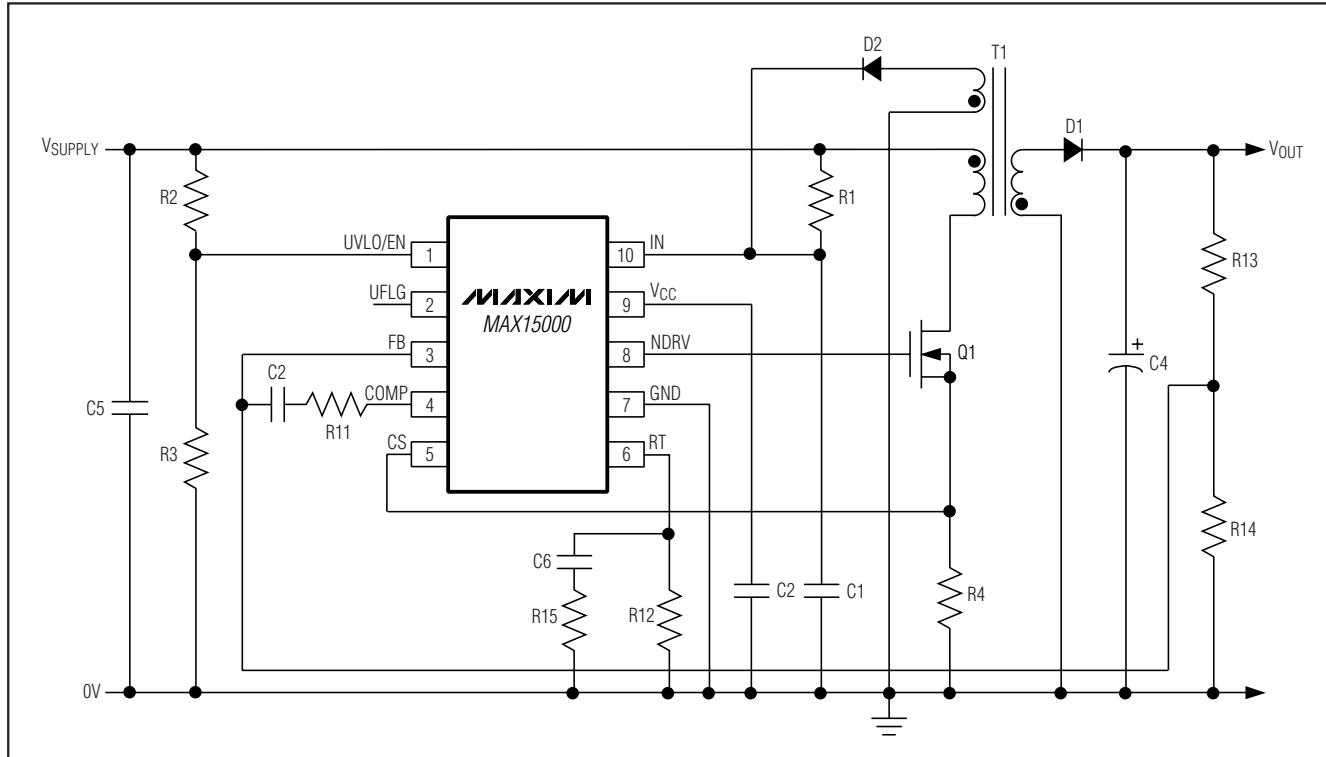
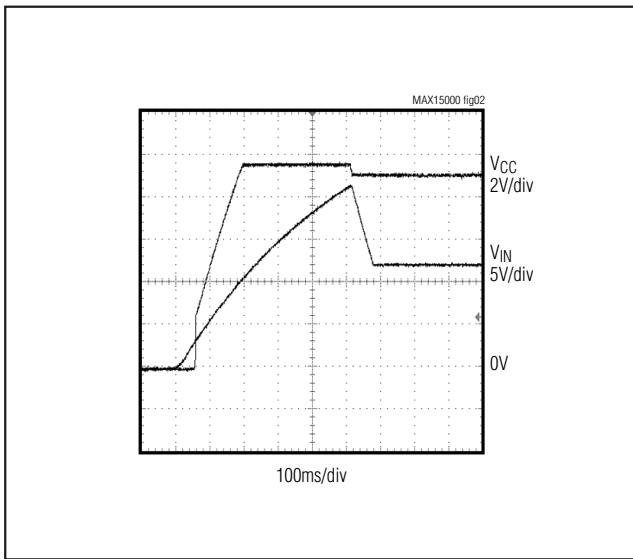

图1. 非隔离电源，可编程输入电源开启电压
图2. MAX15000在自举模式(图1)下，启动期间的V_{IN}和V_{CC}
Note 2: The MAX15000 is intended for use in universal input power supplies. The internal clamp circuit at IN is used to prevent the bootstrap capacitor (C1 in Figure 1) from charging to a voltage beyond the absolute maximum rating of the device when UVLO/EN is low (shutdown mode). Externally limit the maximum current to IN (hence to clamp) to 2mA maximum when UVLO/EN is low. Clamp currents higher than 2mA may result in a clamp voltage higher than 30V, thus exceeding the absolute maximum rating for IN. For the MAX15001, do not exceed the 24V maximum operating voltage of the device.
*Characteristics*表的注释2)。当器件通过一个电流泄漏电阻(图1中的R1)从高输入电压启动，并且UVLO/EN输入为低电平时，输入钳位。钳位电路能够安全吸收2mA电流。
MAX15000电源设计采用大阻值启动电阻R1，对储能电容C1进行充电(参见图1)。在初始化过程中，电压低于内部自举UVLO门限时，器件典型静态电流仅为50 μ A。这种低启动电流和较大的自举UVLO滞回有助于降低R1的功耗，即使R1连接在通用AC输入电压(265VAC)的高侧。
使用UVLO/EN输入对输入电源启动电压进行编程。例如，对于36V至72V的电信电压范围，较合理的启动电压一般为34V。使用下列公式计算电阻分压器的R2和R3(参见图1)：
对于MAX15000，IN电压一般来自变压器的第三绕组。但是，在启动时变压器还不能提供能量，因此，需要一个特殊的自举过程。图2所示为启动过程中IN和 V_{CC} 电压，开始时， V_{IN} 和 V_{CC} 均为0V。加上输入电源电压后，启动电阻R1对C1充电，达到中间电压值。在这一点，内部稳压器开始对C2充电(参见图1)。MAX15000仅通过R1消耗50μA的电流，其余输入电流对C1和C2充电。当 V_{CC} 电压达到大约9.5V时，C2停止充电，而C1上的电压继续上升，直到达到21.6V的唤醒电压为止。一旦 V_{IN} 超过自举UVLO门限，NDRV打开MOSFET，将能量传递给第二和第三绕组输出。如果第三绕组输出电压超过了9.74V(自举UVLO的低门限值)，则启动完成，并开始正常工作。如果在启动完成之前， V_{IN} 降至9.74V以下，器件返回至低电流UVLO。在这种情况下，应增大C1值，以存储足够的能量，建立第三绕组的电压。
MAX15000A/MAX15001A和MAX15000B/MAX15001B具有可编程的输出开关频率，其设置范围分别为25kHz至625kHz和12.5kHz至625kHz。利用下式确定合适的R12阻值(参见图1)，以便在NDRV输出上产生所需的输出开关频率(f_{SW})：
其中，R12是连接在RT和GND之间的电阻(参见图1)。
如图1所示，将一个RC网络与R12并联。RC网络由一个100nF电容C6(实现稳定性)和电阻R15串联构成，电阻的作用是为了进一步降低抖动。使用下列公式确定R15：
MAX15000/MAX15001含有一个内部误差放大器，在非隔离电源应用中对输出电压进行稳压(参见图1)。对于图1所示电路，使用下列方程计算输出电压：
连接在MOSFET源极和地之间的电流检测电阻(图1中的R4)设置电流门限。限流比较器的电压触发电平(V_{CS})为1V。使用下列方程计算R4:
MAX15000唤醒后, IN端的旁路电容C1立即提供电流(参见图1)。C1的大小以及第三绕组的配置决定了启动周期数。大容量C1能够增加启动时间, 但是在启动时也提供了更多的栅极电荷。如果C1容量过小, V_{IN}可能会降至9.74V以下, 这是因为NDRV没有足够的时间进行开关, 在第三绕组输出上无法建立足够的器件供电电压。器件返回UVLO, 不启动。C1和C2应采用低泄漏电容。
上述启动方法适用于图1类似电路。在该电路中, 第三绕组与输出绕组相位相同。因此, 第三绕组在任何时间的电压都与输出电压成正比, 并与输出电压经历相同的软启动周期。C1从21.6V至9.74V的最小放电时间必须大于5.6ms的软启动时间。